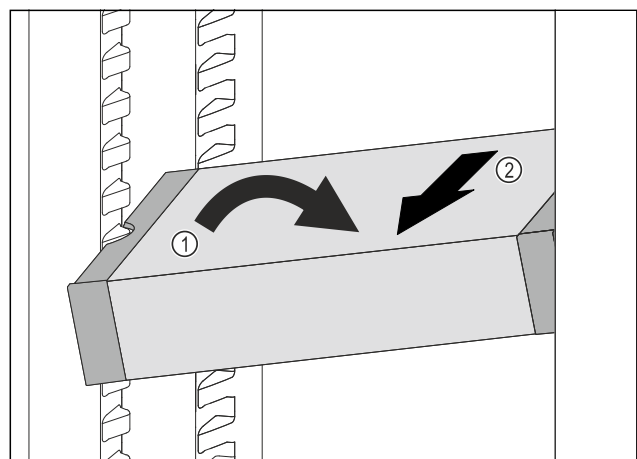

Fig. 185
- ▶ VarioSafe im Kühlteil schräg stellen. Fig. 185 (1)
- ▶ VarioSafe nach vorne entnehmen. Fig. 185 (2)